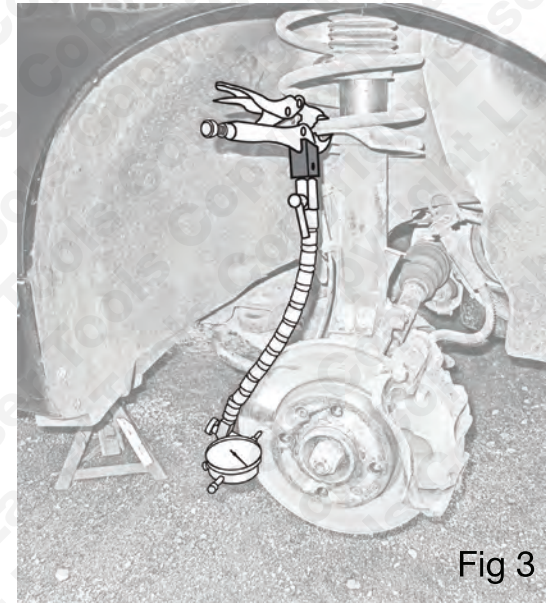

Fig 3
- Por medio de las tenazas de sujeción, fije y bloquee el conjunto a un punto adecuado de la suspensión o del montaje del buje que esté lo suficientemente cerca para permitir que el pilar (A) se coloque en ángulo de modo que la punta de medición del indicador de dial (J) pueda entrar en contacto con el disco de freno a 90° con respecto a la cara del disco. Coloque el indicador de dial de modo que la punta de medición (J) esté bajada de 2 a 4 mm. Fig. 3